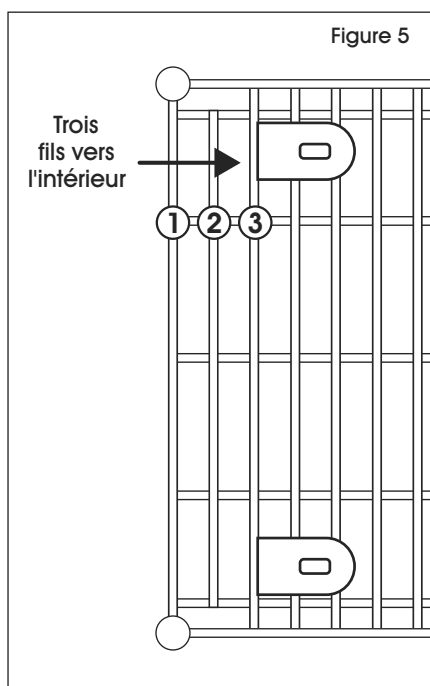

Figure 5
REMARQUE : La glissière peut être placée à n'importe quel endroit, à condition qu'elle soit au moins à trois fils vers l'intérieur. (Voir Figure 5)
2. Positionnez les supports en L de manière à ce qu'ils se trouvent sur le dessus de la tablette. (Voir Figure 5)
REMARQUE : Assurez-vous que les supports en L de la première glissière sont appuyés contre le fil de la tablette situé derrière la glissière. (Voir Figure 5)